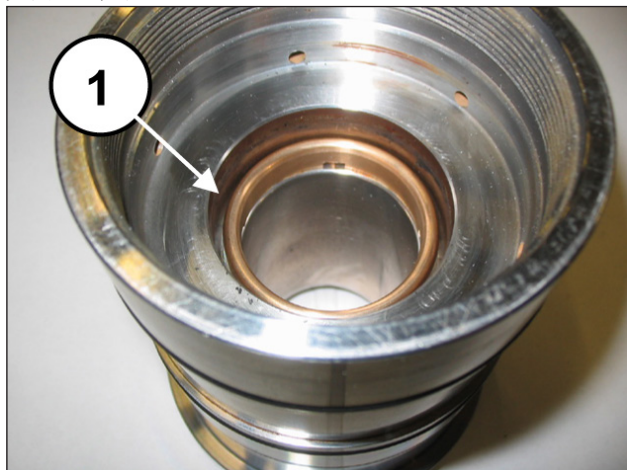

图 150
安装头环 (①, 图 150)、高压密封圈 (①, 图 151) 和阻火圈 (①, 图 152)。